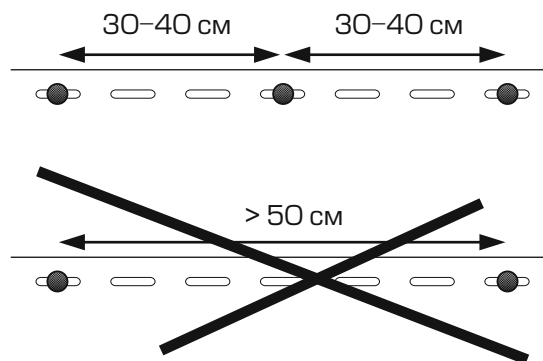

рис. 6
Рис. 6. Вариант стыковки вертикального и горизонтального сайдинга: 1 – вертикальный сайдинг; 2 – горизонтальный сайдинг; 3 – окантовочная планка; 4 – финишная планка.
1. На обрешеченную поверхность устанавливается начальная планка по заранее отчерченной меловой линии. Её крепление производится гвоздями или шурупами через каждые 30 см. (рис. 6).